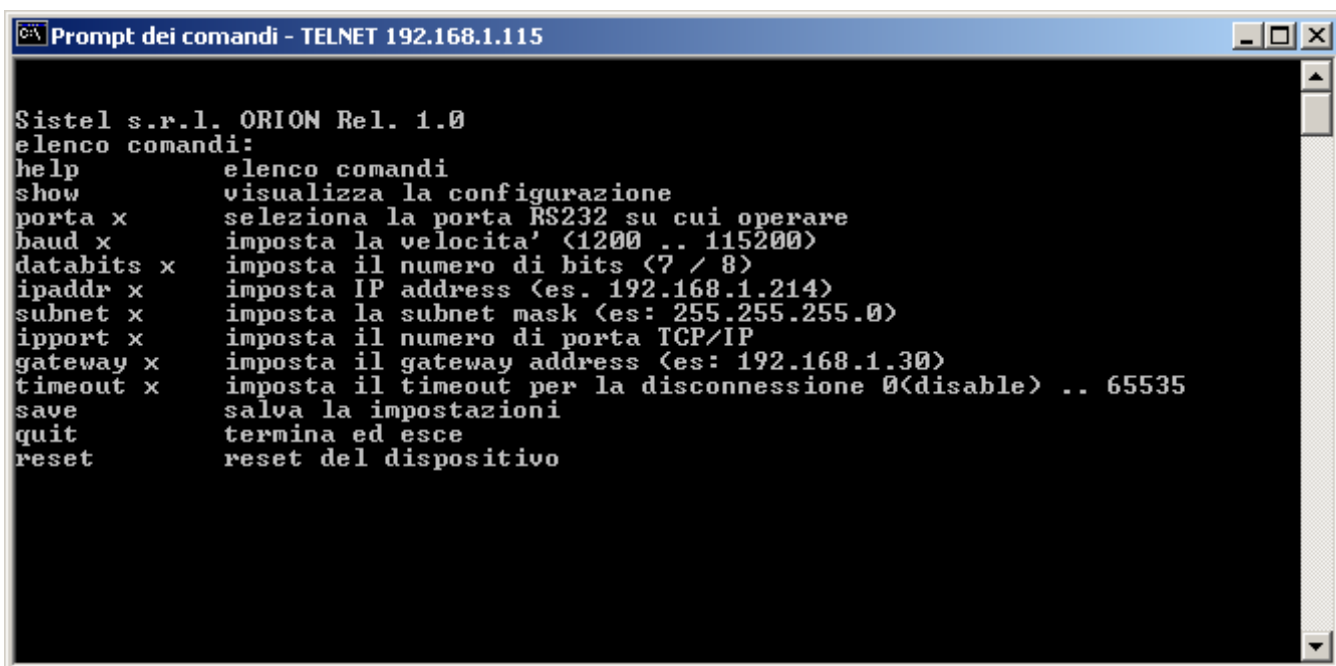

Fig. 3
2. A connessione avvenuta digitare Invio, apparirà la maschera di Fig.3 con l'elenco dei comandi impostabili dall'utente.